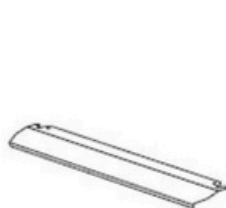

Figure 10
1. Een veiligheidspaneel is ontworpen om het bedieningspaneel en de knoppen te beschermen wanneer de oven in de grillstand staat. (afbeelding 10)